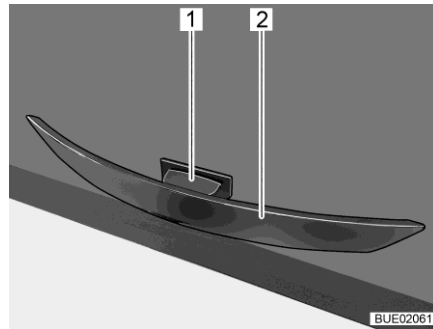

Fig. 88 Poignée avec touche de déverrouillage
- Pousser la touche de déverrouillage (Fig. 88,1) et la maintenir poussée.
- Tirer sur la poignée (Fig. 88,2) jusqu'à ce que la porte de placard s'ouvre.